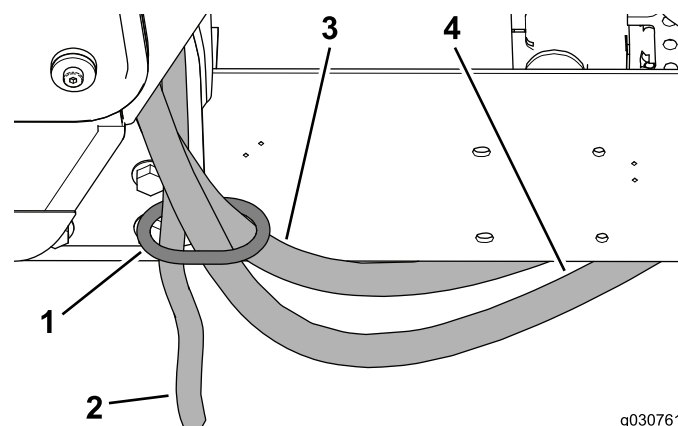

Figura 38
4. Enrute las mangueras de la calefacción y la manguera de drenaje a través del aro del soporte trasero de la cabina (Figura 38).